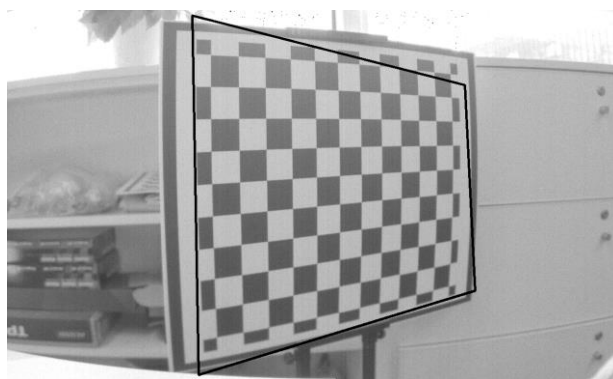
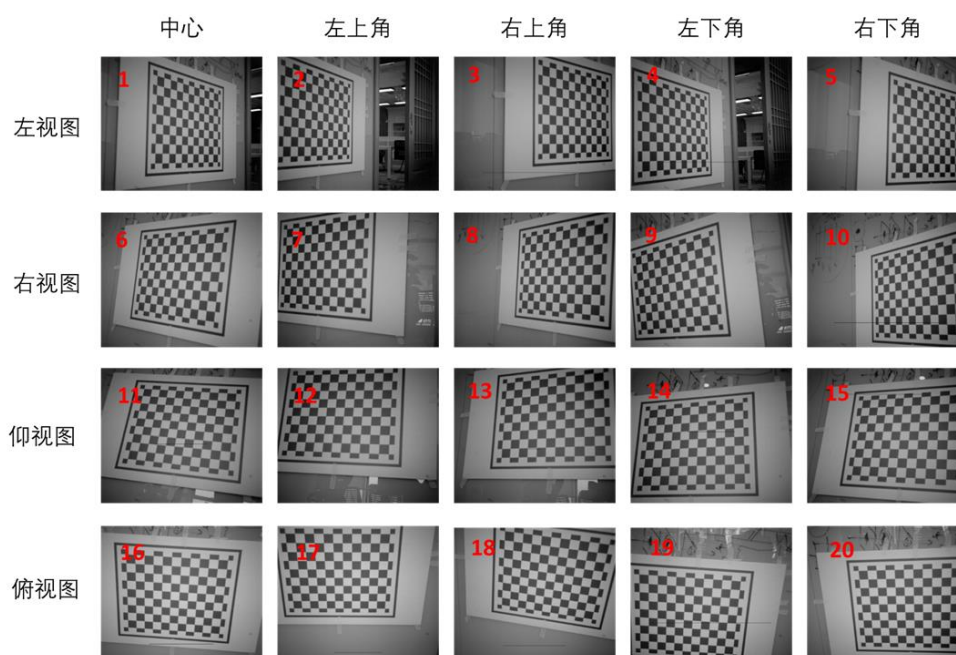
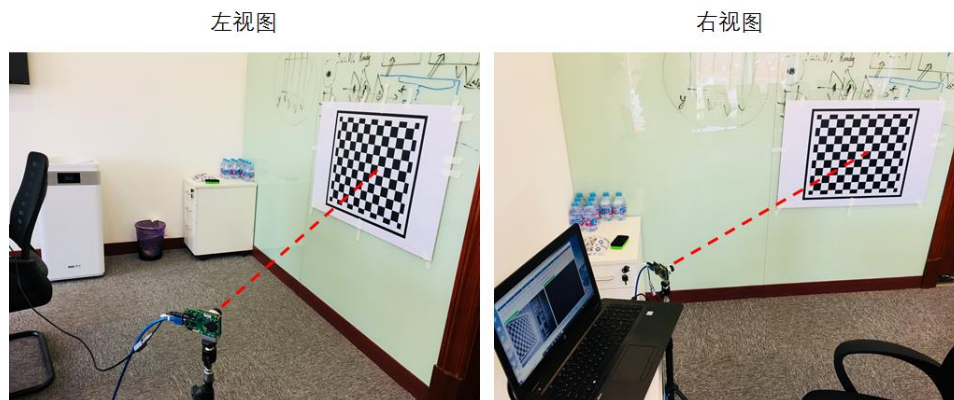

图 2-2-1 合适亮度以及辅助标定框
图 2-2-2 内参标定需要的 20 张图片示意图
图 2-2-3 左视图和右视图示意图
- 3) 若 FPN 正确，则按键盘“l”（小写 L）和“d”可以调节亮度，调节到图 2-2-1 所示亮度。按键盘方向键可以翻转图像，左右键可以左右翻转图像，上下键可以上下翻转图像。调节镜头焦距，使得画面最清晰。
- 4) 此时图像中显示黑色框，用于辅助相机位置和角度调整，如图 2-2-1 所示。调整相机位置和角度，使得标定板方格部分基本落在框内（允许存在一定偏差，但是方格必须都显示在图像中）。该辅助框和图 2-2-2 所示图片一一对应，每张小图左上角红色数字代表了出现顺序。总共需要保存 20 张图片，包含了相机在标定板的不同相对位置，以及标定板呈现在图像中的不同位置，以提高标定算法的准确性。左视图和右视图摆放位置如图 2-2-3 所示。仰视图和俯视图同理，相机分别在标定板的下面和上面。
- 第 1、6、11 和 16 张，需按照图 2-2-2 要求的移动相机到新的位置。